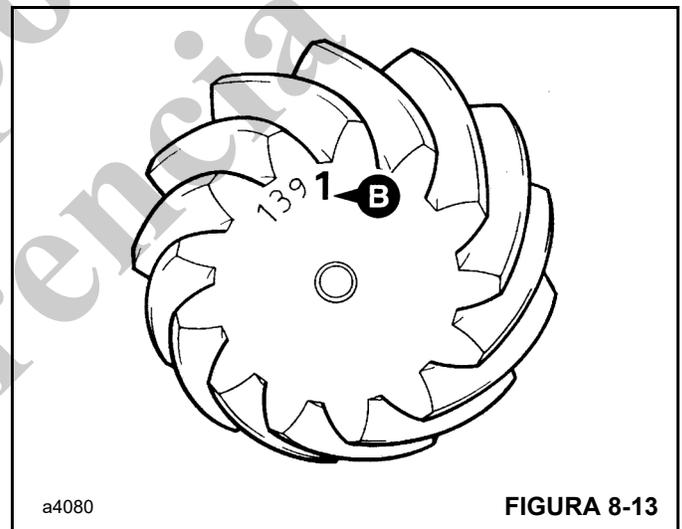
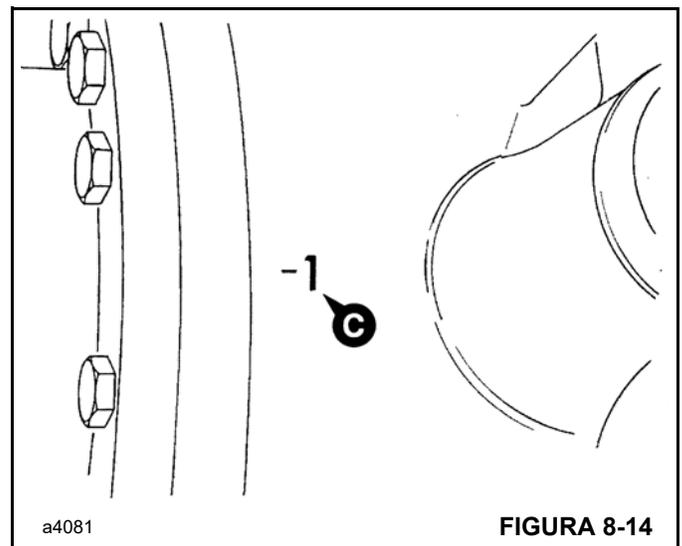

FIGURA 8-13
FIGURA 8-14
3. Observe la distancia de montaje **B** (Figura 8-13) estampada en el piñón y la desviación **C** (Figura 8-14) en la caja de la cabeza motriz. Ambos valores están en unidades de 0.01 mm.